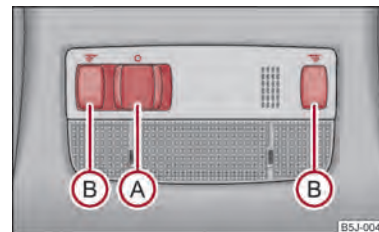

Fig. 27 Luz de cortesía - Variante 1
- Posicione el interruptor **(A)** en el centro de la lámpara; se visualizará el símbolo  ⇒ fig. 27.
- Pulse uno de los conmutadores **(B)** ⇒ fig. 27 para conectar y desconectar la lamparita de lectura izquierda o derecha.